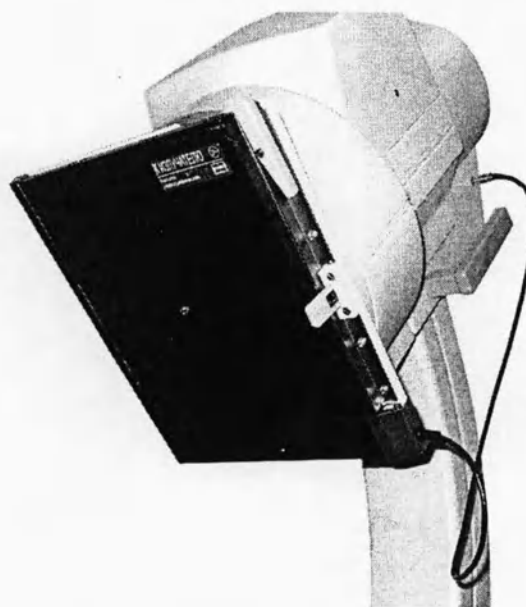

Рис. 2.24. Установленная кассета в кассетодержателе.
- Проверьте, что кассета надежно закреплена в кассетодержателе (рис.2.24).